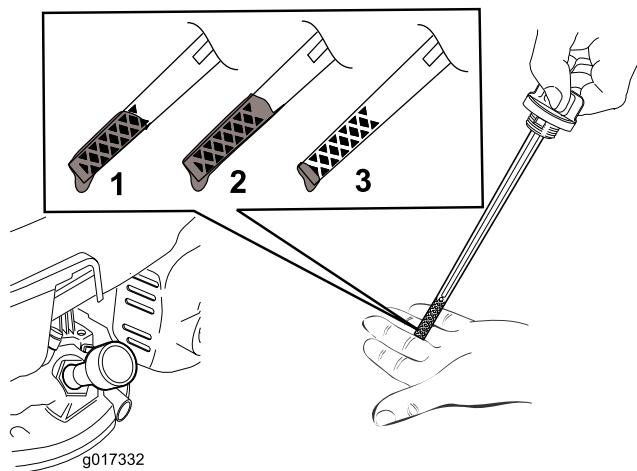

図 12
注 ディップスティックで量を確認しながら図12に示される適正量までオイルを入れる。オイルを入れすぎてしまった場合には、エンジンオイルの交換\(ページ16\)の項に従って余分なオイルを抜き取ってください。
5. オイルの量の確認方法は図12を参照。